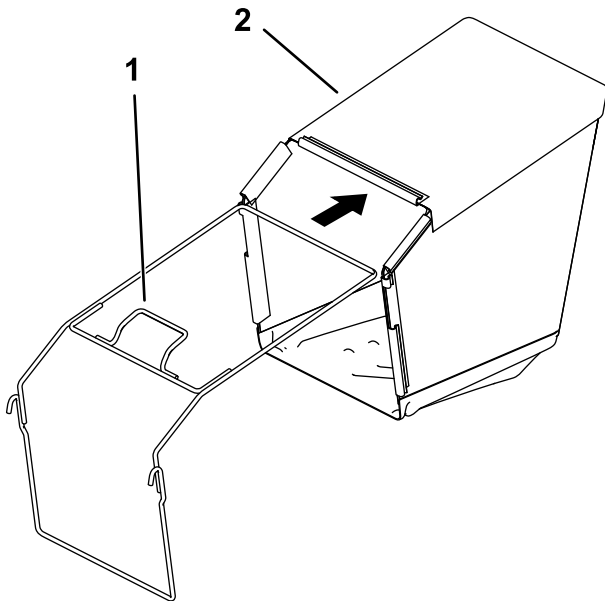

Bild 6
2. Setzen Sie den Rahmen in den Fangkorb ein; der Holm muss über dem Fangkorb sein (Bild 6).